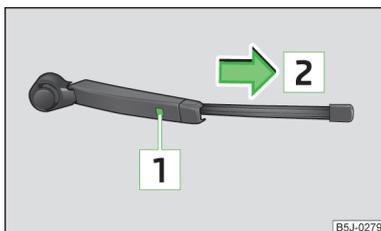

Fig. 33
- Levantar el brazo de la escobilla separándolo del parabrisas > fig. 33.